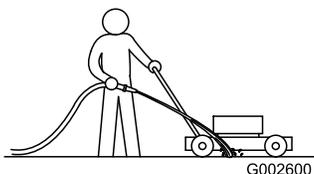

Bild 54
1. Lassen Sie den Motor auf einer flachen, befestigten Oberfläche laufen und sprühen Sie Wasser vor das rechte Hinterrad (Bild 54).